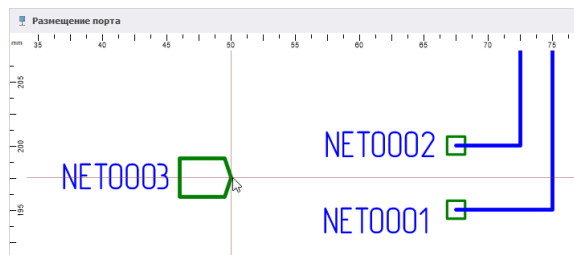

Рис. 258 Размещение блочного порта на схеме блока
5. Нажать кнопку «ОК», расположенную в нижней части окна, и выбрать на схеме блока место, в котором следует разместить порт, см. Рис. 258. При перемещении курсора по схеме отображается возможный вид размещаемого порта.